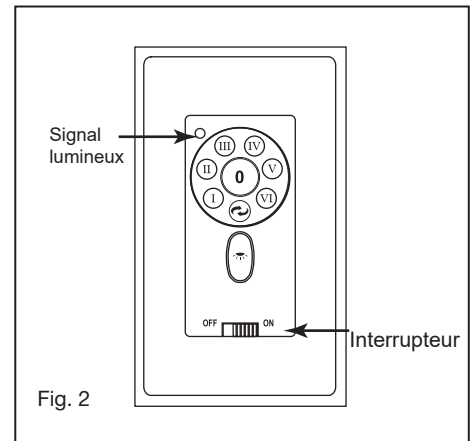

Fig. 2
- 2 Connectez la fiche à 2 fils du ventilateur à la fiche à 2 fils de LED Assembly. Assurez-vous que les bouchons s'emboîtent complètement5. (Fig.2)
- 4 Installez l'émetteur mural sur la boîte murale existante à l'aide des vis fournies. Fixez la plaque murale avec les vis de montage pour terminer l'installation. (Fig.2)
- 7 Signal lumineux (Fig. 2)6)